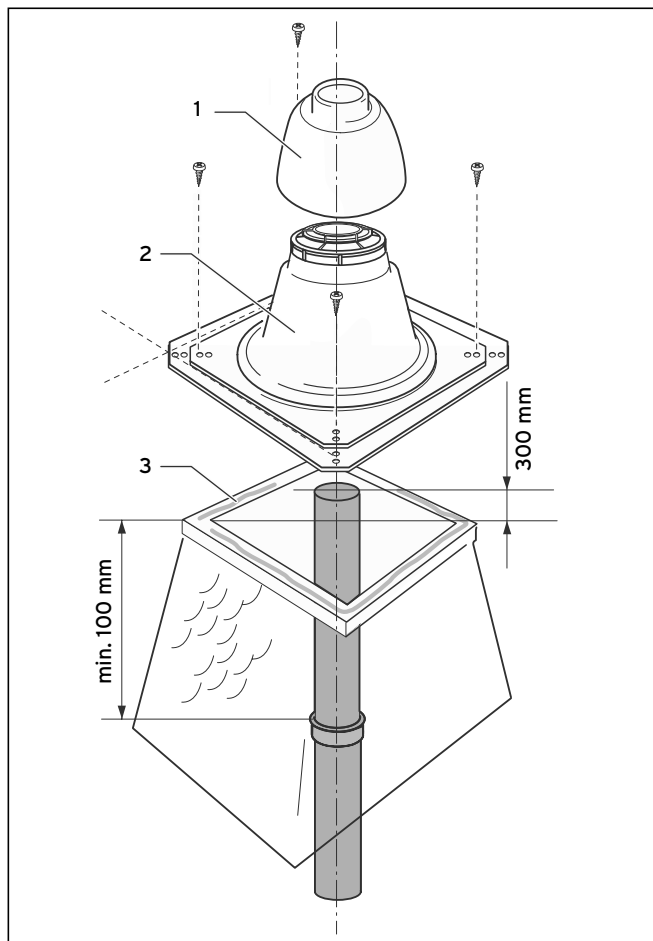

Рис. 4.22 Монтаж шахтной насадки
- Повторяйте соединение труб до тех пор, пока не сможете вставить самую нижнюю трубу в опорное колено, а самая верхняя труба не позволит монтаж шахтного перекрытия по рис. 4.22.
Для монтажа шахтного перекрытия из пластика (ПП) соблюдайте рис. 4.22.